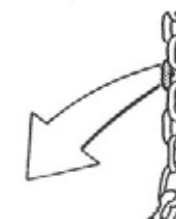

fig.144
14. Sganciare la vecchia catena e il falso anello dalla nuova catena e conservare questi ultimi per future sostituzioni. (fig.144)